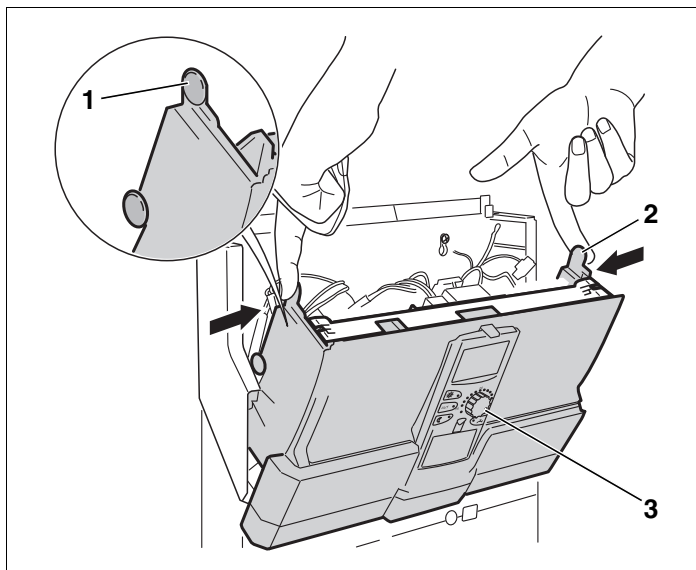

Рис. 3 Открыть переднюю крышку системы управления
- ▶ Нажмите с двух сторон на верхние выступы (→ рис. 3, [1] и [2]).
- ▶ Наклоните вперед переднюю часть системы управления вместе с MEC2 (→ рис. 3, [3]).